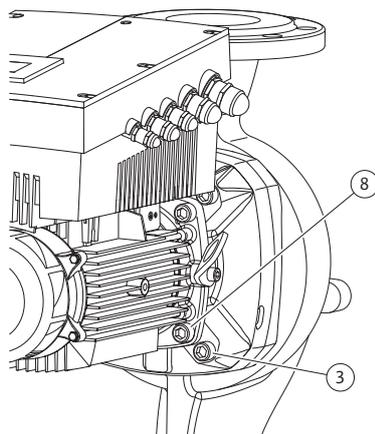

Fig. 50: Valgfri fastgørelse af indstikssættet
11. Løsn og fjern skrueene (fig. 7, pos. 3). Alt efter pumpetype tages de yderste skrue (fig. 50, pos. 3). Indstikssættet (se fig. 13) er efter fjernelsen af skrueene stadig sikkert placeret i pumpehuset, der er heller ikke fare for, at det tipper, når motorakslen er i horisontal position
16. Løsn alt efter pumpetype skrueene (fig. 7, pos. 10) eller alternativt skrueene (fig. 50, pos. 8).
22. Skub lanternen forsigtigt over akslen og ind i den gamle eller en anden ønsket vinklet position til motorflangen. Vær i den forbindelse opmærksom på de tilladte installationspositioner for komponenterne (se kapitel 7.1 "Tilladte installationspositioner og ændring af komponentplaceringen før installationen" på side 214). Fastgør lanternen med skrue (fig. 7, pos. 10) **eller** – ved pumpetyperne/lanternetyperne iht. (fig. 50) – med skrue (fig. 50, pos. 8) på motorflangen.